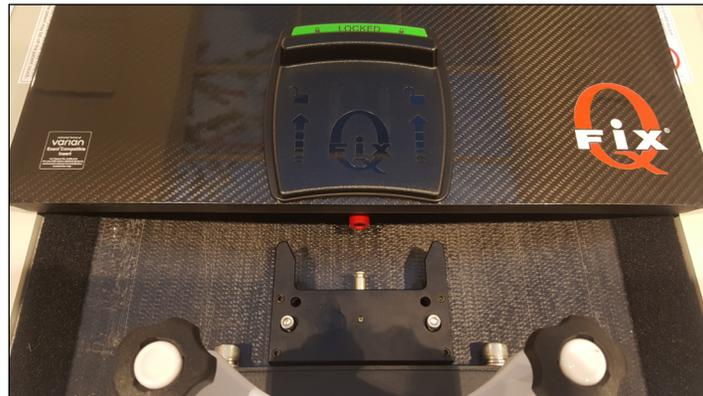

图 24
3. 将 CT 覆盖罩朝 CT 床板脚端滑动,直至红色定位销靠近脚端安装配件上的金属销钉(图 24)。